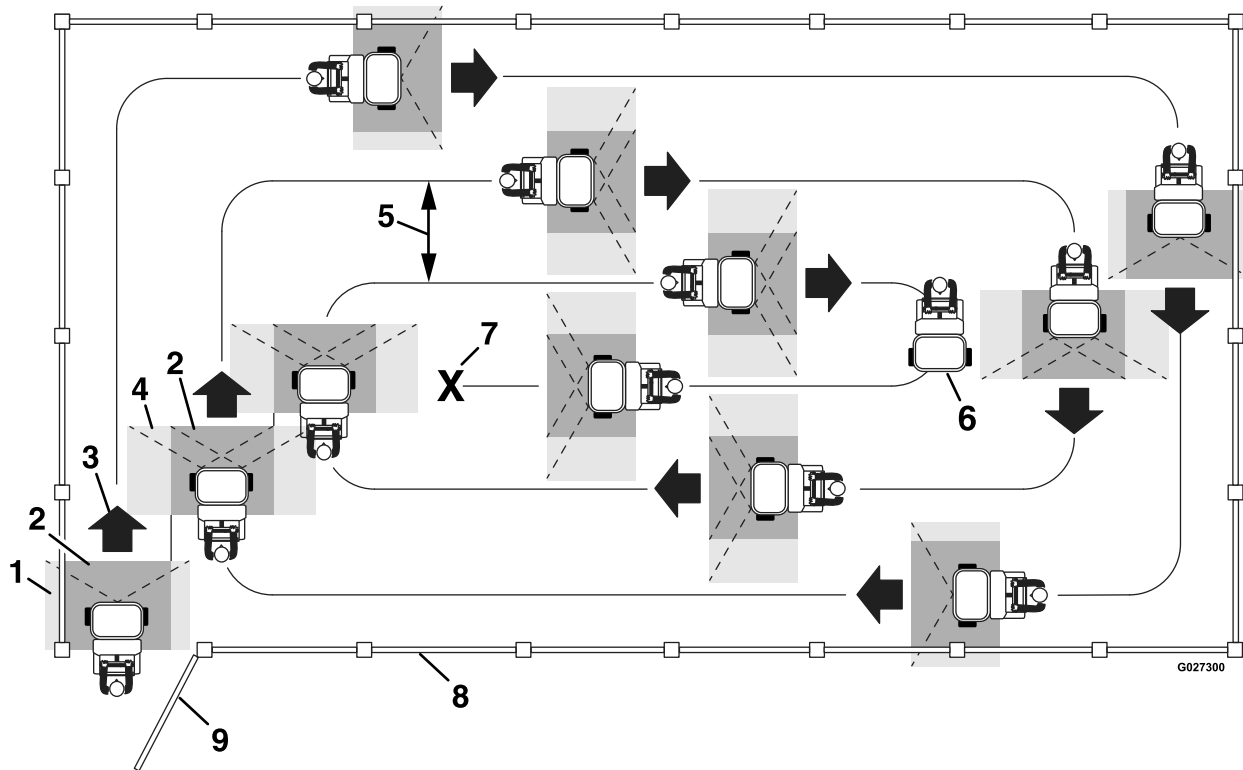

Figura 55
- No solape la zona de fumigación efectiva que ya ha fumigado (Figura 55).